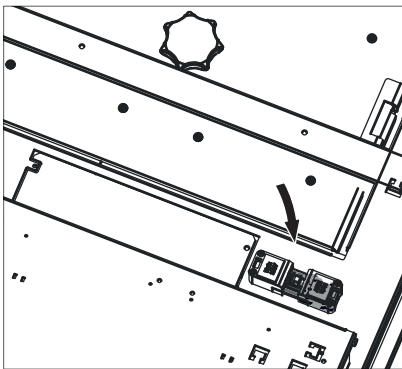

Fig. 146 Netzstecker anstecken bzw. anschließen
- Netzstecker anstecken bzw. anschließen – Fig. 146.